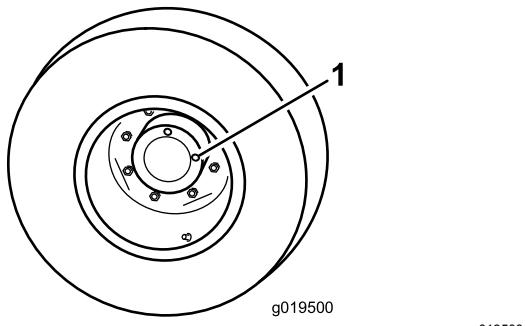

Figura 66
1. Con la máquina en una superficie nivelada, coloque la rueda con un tapón de verificación (Figura 66) en la posición de las 12 y el otro en la posición de las 3.
1. Tapón de verificación/drenaje (2)
2. Retire el tapón de la posición de las 3 (Figura 66).